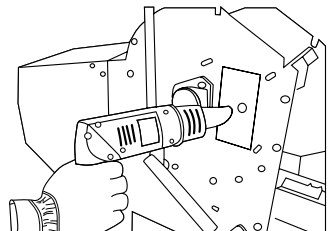

Bild 44
Hinweis: Die Senkschrauben sind mit hochfestem Schraubensicherungskleber eingeklebt und müssen vor dem Lösen erwärmt werden, z. B. mit einer Heißluftpistole (siehe „Bild 44“).
- Hinweis:** Die Senkschrauben wurden mit mittelfestem Schraubensicherungskleber (Loctite 243) eingeklebt und lassen sich dadurch schwer lösen (siehe „Bild 44“).